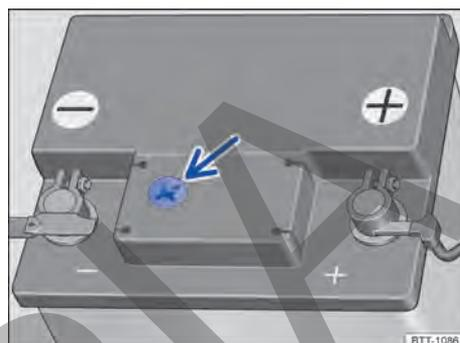

Fig. 176 Representación esquemática: mirilla en la parte superior de la batería.
La batería de 12 voltios no necesita mantenimiento. Si en la parte superior de la batería hay una mirilla → Fig. 176, se puede comprobar el nivel del electrolito de la batería.
- Procure disponer de buena iluminación para poder distinguir bien el indicador de color en la mirilla redonda de la parte superior de la batería de 12 voltios → Fig. 176 (flecha). No utilice nunca una llama desprotegida u objetos incandescentes para alumbrarse.